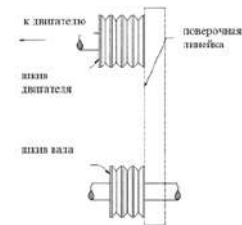

Рисунок 5. Проверка выравнивания ремней
6. Для проверки выравнивания используйте стальную поперочную линейку (см. рисунок 5).